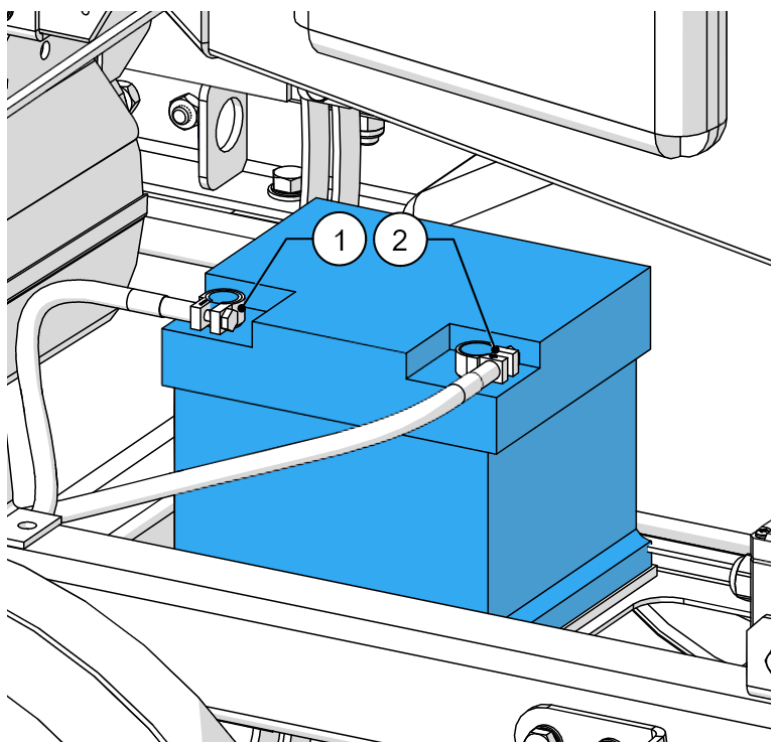

Abbildung 73 - Starterbatterie Klemmen
5. Entfernen Sie das Minuskabel an der Starterbatterie (1, Abbildung 73), und dann das Pluskabel (2, Abbildung 73).
11. Schließen Sie das Pluskabel an die Starterbatterie an (2, Abbildung 73), dann das Minuskabel (1, Abbildung 73).